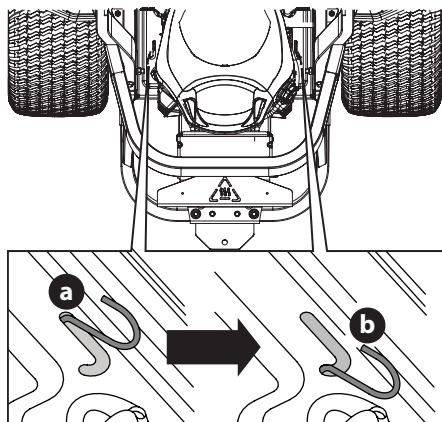

Figure 1
1. Pour engager la tige de dérivation, tirez sur la tige (a) et placez-la dans la fente en J. Répétez l'opération pour l'autre côté (Figure 1).